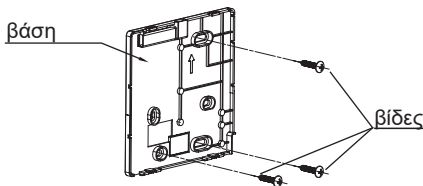

Fig 3-3
- Για εξωτερική τοποθέτηση, στερεώστε την βάση στον τοίχο με 3 βίδες (M4X20) και ούπα (Fig.3-3)